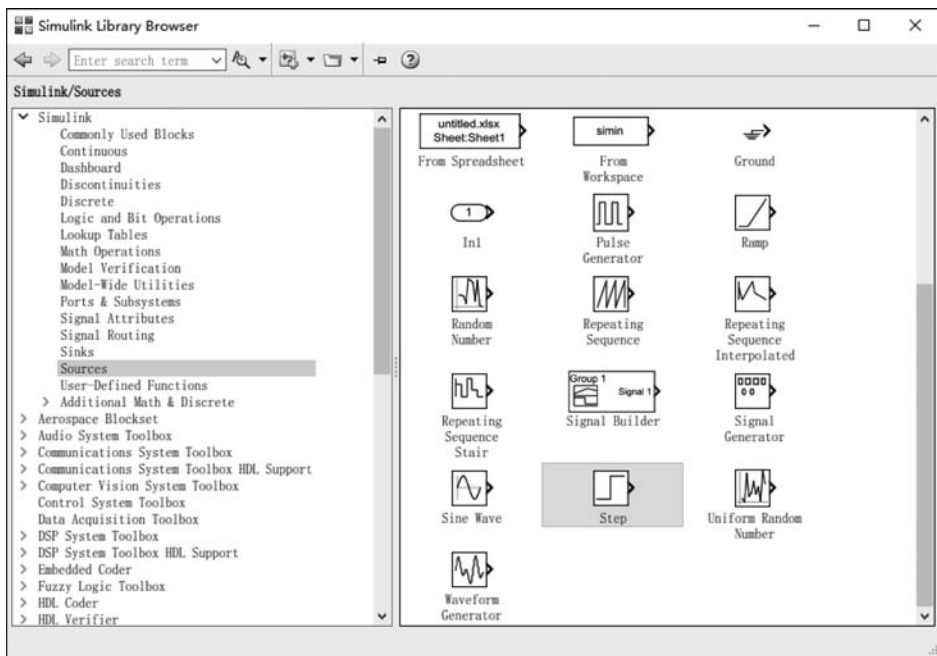

图 3-11 选择阶跃输入信号
(4) 单击所需要的输入信号源模块 Step(阶跃信号),如图 3-11 所示,将其拖放到的空白模型窗口 untitled,则 Step 模块就被添加到 untitled 窗口;也可以用鼠标选中 Step 模块,右击,在快捷菜单中选择 add to 'untitled'命令,将 Step 模块添加到 untitled 窗口。